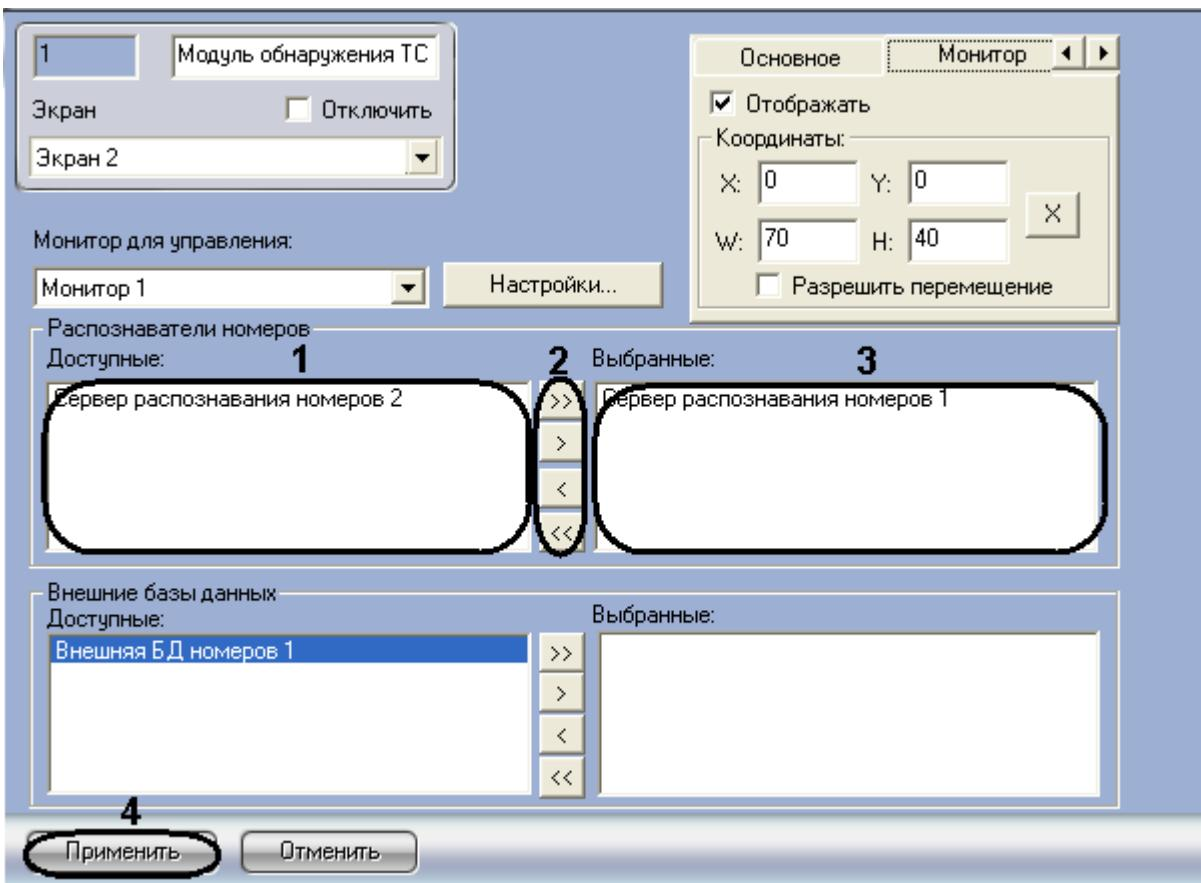

Рис. 7.9—6. Выбор Серверов распознавания номеров
1. Перейти на панель настройки объекта «Модуль обнаружения ТС» (Рис. 7.9—6).
2. Выбрать требуемые Серверы распознавания номеров из списка «Доступные» группы «Распознаватели номеров» (см. Рис. 7.9—6, 1).
3. Переместить выбранные Серверы распознавания номеров в список «Выбранные» группы «Распознаватели номеров», нажав кнопку «>>» (или кнопку «>>>» для перемещения всех Серверов распознавания номеров из списка) (см. Рис. 7.9—6, 2-3).